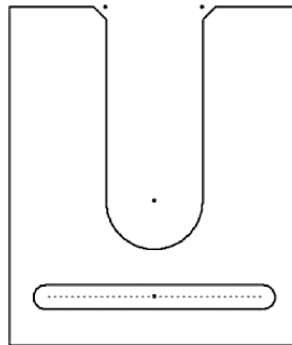

Figura 4.174 Aplicação de Chamfer.
- h) Por fim, aplique um chanfro de 0,5 mm, como na Figura 4.174.